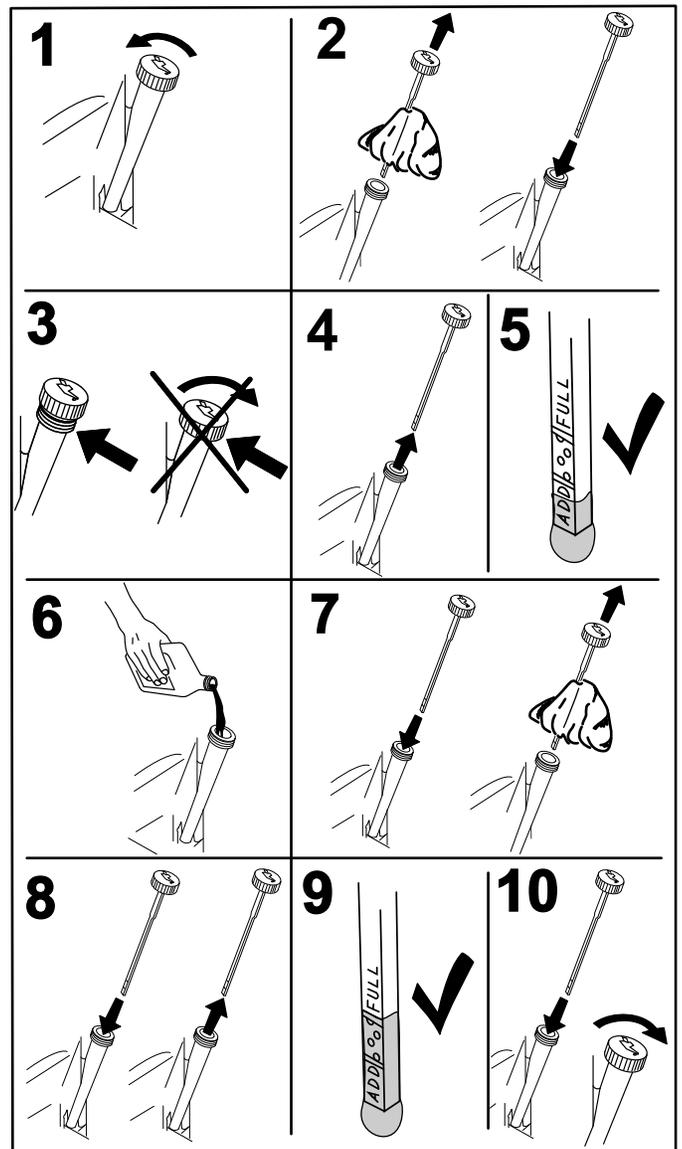

Figura 44
2. Pare el motor, retire la llave y espere a que se detengan todas las piezas en movimiento antes de abandonar el puesto del operador (Figura 44).
3. Compruebe el nivel de aceite del motor, según se muestra en Figura 44.